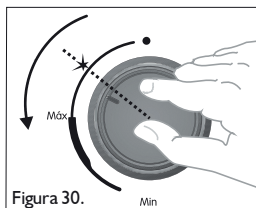

Figura 30.
- Si el producto se encuentra especificado con la función de encendido automático, al presionar y girar la perilla entre la posición apagado y máximo se genera la chispa necesaria para la ignición. Una vez encendida la fuente de calor suelte el interruptor y ubique la perilla en la posición deseada para el proceso de cocción. (Figura 30).